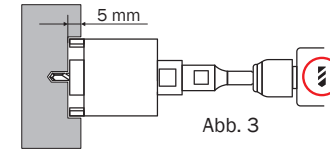

Abb. 3
6. Stellen Sie auf der Bohrmaschine die empfohlene Drehzahl ein. Setzen Sie den Zentrierbohrer am vorgebohrten Loch an. Bohren Sie mit der Diamantbohrkrone ein ca. 5 mm tiefes Loch (Abb. 3).